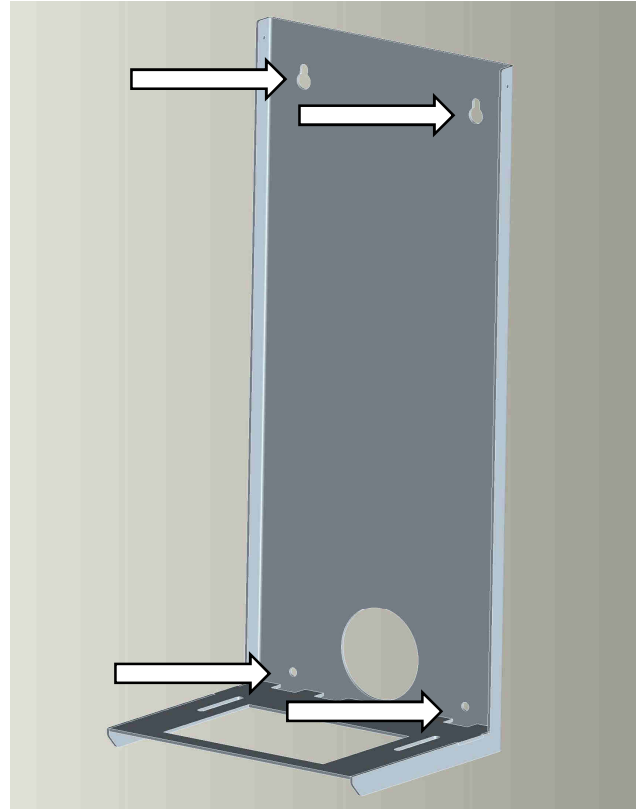

Abb. 6: Wandhalterung
1. Die Wandhalterung mit Hilfe eines geeigneten Verankerungssystems, in der gewünschten Höhe, an der Wand befestigen. Dazu die 4 Schraubenlöcher (Durchmesser 12 mm) der Halterung an der Wand markieren und Löcher bohren. Danach das Verankerungssystem montieren und die Wandhalterung (Abb. 6) festschrauben.